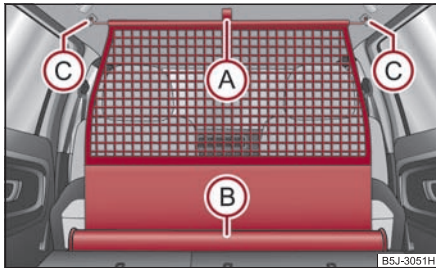

Abb. 88 Netztrennwand herausziehen
- Ziehen Sie die Netztrennwand an der Lasche (A) aus dem Gehäuse (B) ⇒ Abb. 88.
- Setzen Sie die Querstange in die Aufnahme (C) zunächst auf einer Seite ein.